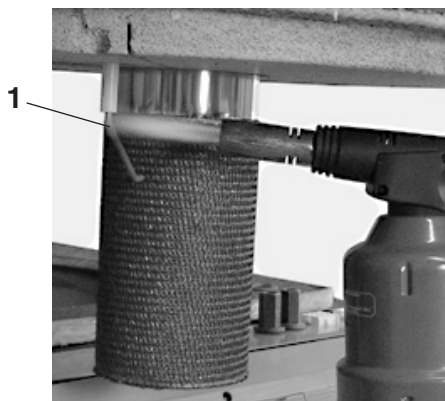

Fig. 1
- ⇒ Riscaldare l'elettrodo di accensione con la lampada di brasatura finché divengono rossi (1, fig. 1).